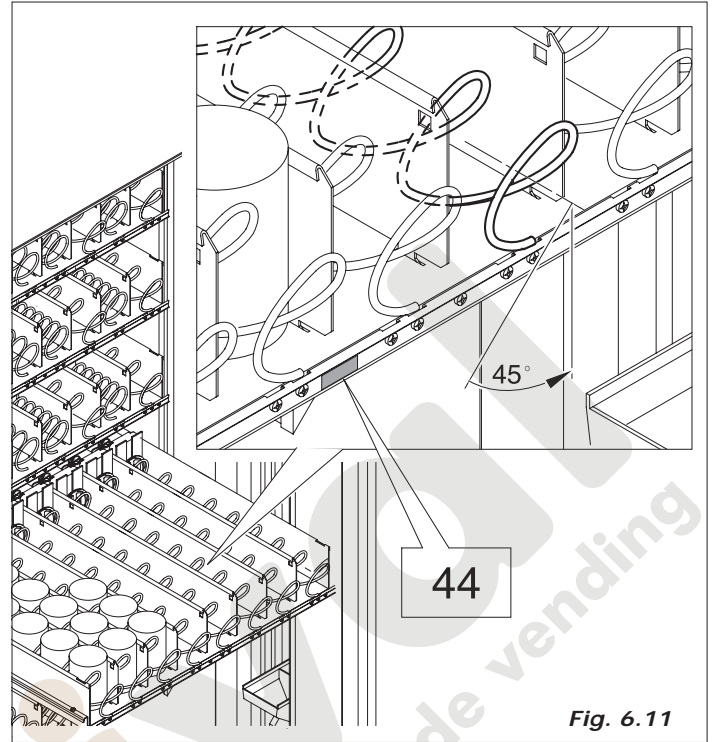

Fig. 6.11
- cada espiral puede ser girado 45° por vez (fig. 6.11) para encontrar la posición ideal para cada tipo de producto. Para la regulación, véase el capítulo correspondiente.